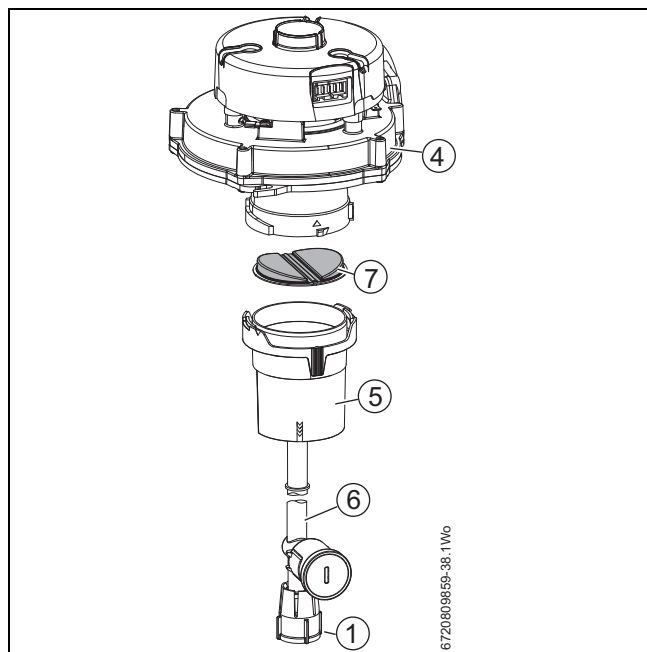

Рис. 66 Демонтаж откидной заслонки
- ▶ Демонтируйте нижнюю муфту на газовой трубе [1] (см. рис. 66).
- ▶ Втолкните трубу [6] (см. рис. 66) в смесительный блок до тех пор [5] (см. рис. 66), пока не появится соединение клапана.
- ▶ Потяните трубу [6] (см. рис. 66) на себя (в направлении от газового клапана) и выдвиньте ее из смесительного устройства.
См. рис. 66